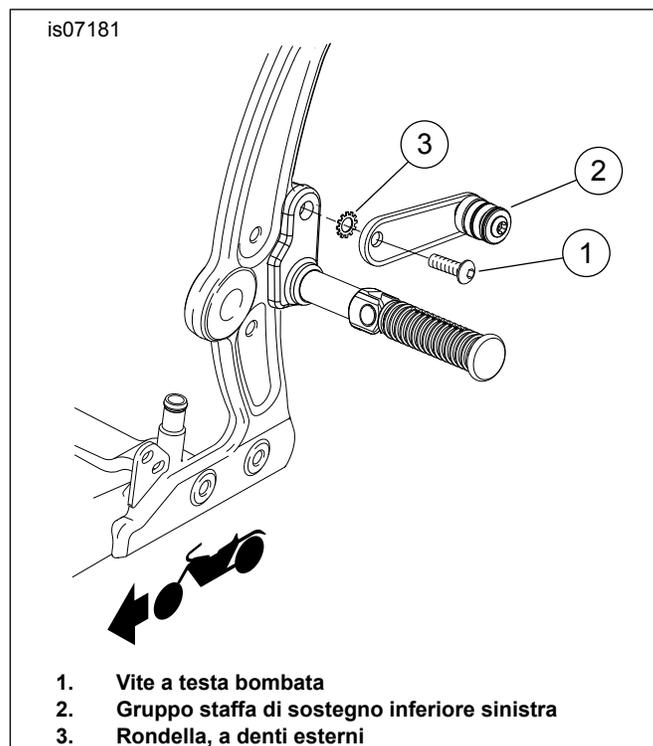

Figura 7. Gruppo staffa di sostegno inferiore sinistra
5. Vedere Figura 7. Installare la staffa inferiore di sostegno del lato sinistro sul telaio, utilizzando la vite a testa bombata e la rondella di sicurezza. Serrare le viti ad una coppia di 16,3–24,4 N·m (12–18 ft-lbs).